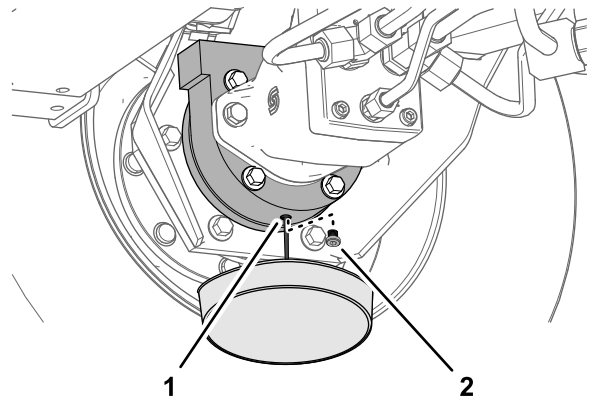

Figura 129
6. Coloque un recipiente debajo del alojamiento del freno, retire el tapón y deje que se drene por completo el aceite (Figura 129).